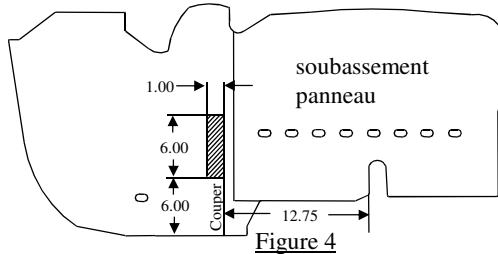

Figure 4
10. Coupez panneau de soubassement (le cas échéant) comme le montre la Figure 4. Les dimensions indiquées sont approximatives et doivent être confirmées avant le découpage. Après le parage, faites glisser le support d'attelage à travers la découpe dans le panneau de soubassement jusqu'à ce qu'il soit en zone découpée.